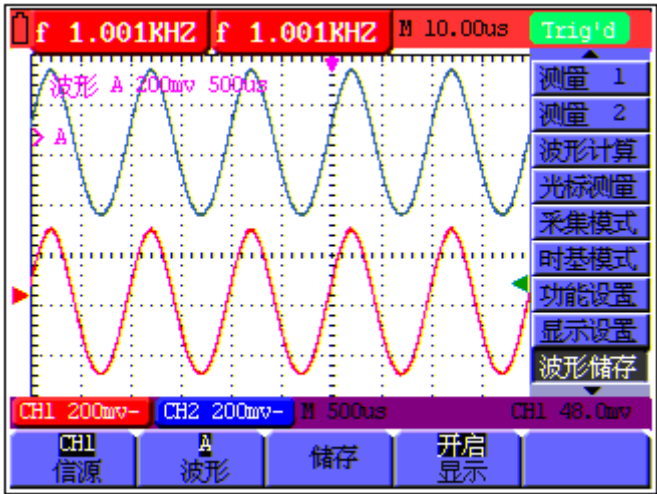

图49：波形储存
- 6. 按 **F4** 键，选择 **显示** 为 **开启**，储存在地址 A 中的波形就显示在屏幕中，波形显示的颜色是蓝色，同时以紫色信息显示波形的零点位置、电压档位和水平时基。见图 49：